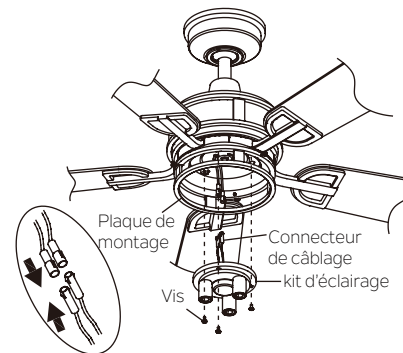

Fig. 23
Étape 2. Retirer les 3 vis préinstallées de la plaque de montage comme indiqué. Conservez-les pour les réutiliser à l'étape 4. (Fig. 23)
Étape 3. Tenir le kit d'éclairage près de la plaque de montage et connecter les fils BLANCS de la plaque de montage et du ventilateur en poussant les connecteurs ensemble. Suivre la même procédure avec les fils NOIRS. (Fig. 23)
Étape 4. Insérer soigneusement les connexions dans le kit d'éclairage. Aligner les trous de vis sur le kit d'éclairage et la plaque de montage. Serrer fermement les 3 vis retirées précédemment. (Fig. 23)